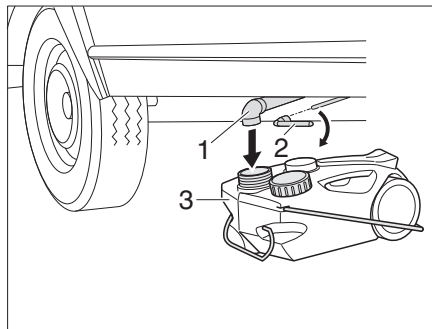

Fig. 138 Serbatoio delle acque grigie sottopavimento
- Collocare il serbatoio delle acque grigie mobile (Fig. 138,3) sotto il sistema di tubi delle acque grigie (Fig. 138,1).
- Applicare la chiave a tubo (Fig. 138,2) sul perno quadro.